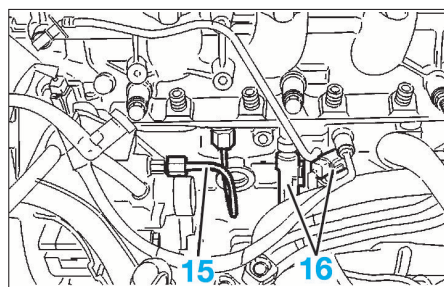

FIG. 78
- Déposer le tuyau haute pression (15) (Fig.78).